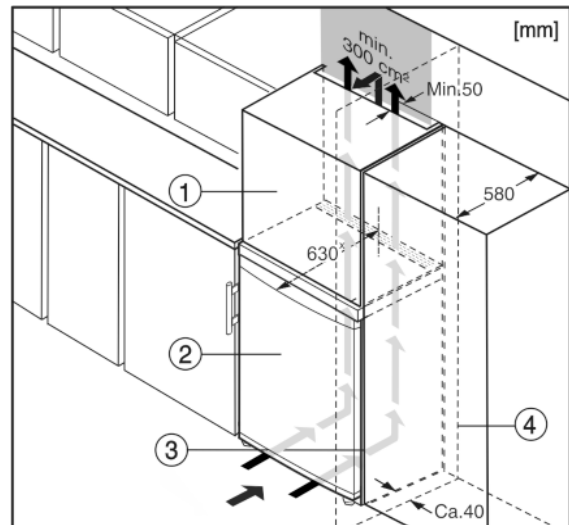

Fig. 8
- (1) Élément haut
- (2) Appareil
- (3) Placard de cuisine
- (4) Mur
L'appareil peut être entouré de meubles de cuisine. Pour adapter l'appareil Fig. 8 (2) à la hauteur des placards de la cuisine intégrée, on peut placer un élément haut Fig. 8 (1) au-dessus de l'appareil.
Lors de la transformation avec des placards de cuisine (profondeur max. 580 mm), l'appareil peut être placé directement à côté du placard de cuisine Fig. 8 (3). L'appareil dépasse latéralement de 34 mm^x et de 50 mm^x au centre de l'appareil par rapport à la face avant du placard de cuisine.
Si l'appareil est installé avec les charnières à côté d'un mur *Fig. 8 (4)*, la distance entre l'appareil et le mur doit être de 40 mm min. Ceci correspond à la saillie de la poignée lorsque la porte est ouverte.